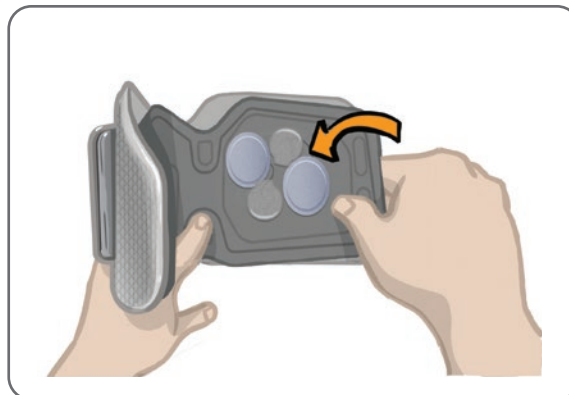

Figura 6-5: Painel pessoal sendo removido
1. Remova o painel pessoal do manguito da parte inferior da perna. Veja a Figura 6-5.